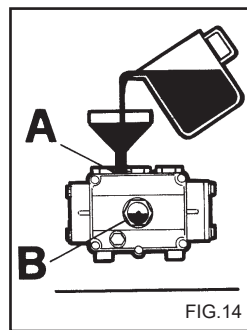

FIG.14
- 4) Atarraxe a tampa de descarga e introduza o óleo pelo orifício superior (fig.14) até que alcance o nível indicado no visor (fig. 14B).